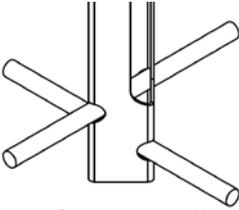

Abbildung 2: Installation an der Montagesäule
1. Stecken Sie die Unterstützungsstäbe in die dafür bestimmten Löcher unten an der Säule. Siehe Abbildung 2. Zusammen formen sie den Bodenanker.